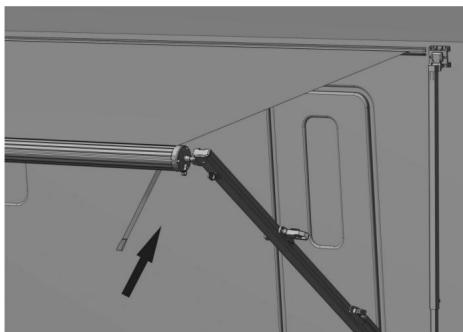

Figura D17
4.2.6 Suelte lentamente el carrito de reciclaje hasta que esté completamente retraído. (Al final, se puede utilizar el codo de un lado de la varilla de tracción para insertar la correa del rodillo para una operación auxiliar). (Figura D17)